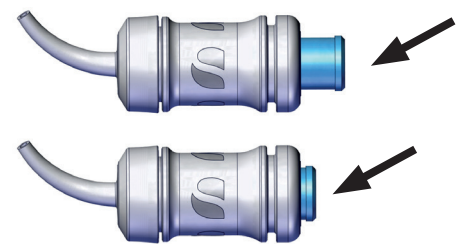

Fig. 4
- ⇒ Abra la tapa del aparato (3).
- ⇒ Active la cápsula pulsando el empujador (Fig. 4).
- ⇒ Introduzca la cápsula en el portacápsulas (2).
- ⇒ Pulse la tecla Inicio (1).